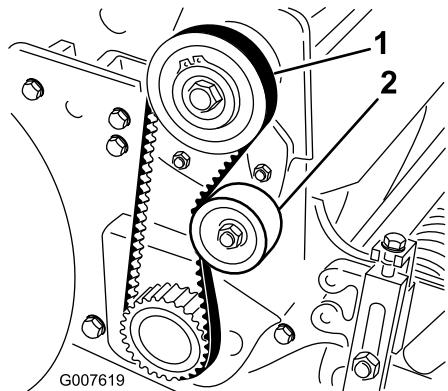

図 35
- プーリ間の中央部（図 35）でベルトを 18-22 N (1.8-2.2 kg) 程度の力で押して点検する。ベルトのたわみが 6 mm あれば適正とする。
- アイドラプーリ固定ナットをゆるめ、プーリを右に回してベルトの背に押しつけて、適当な張りを出す（図 35）。